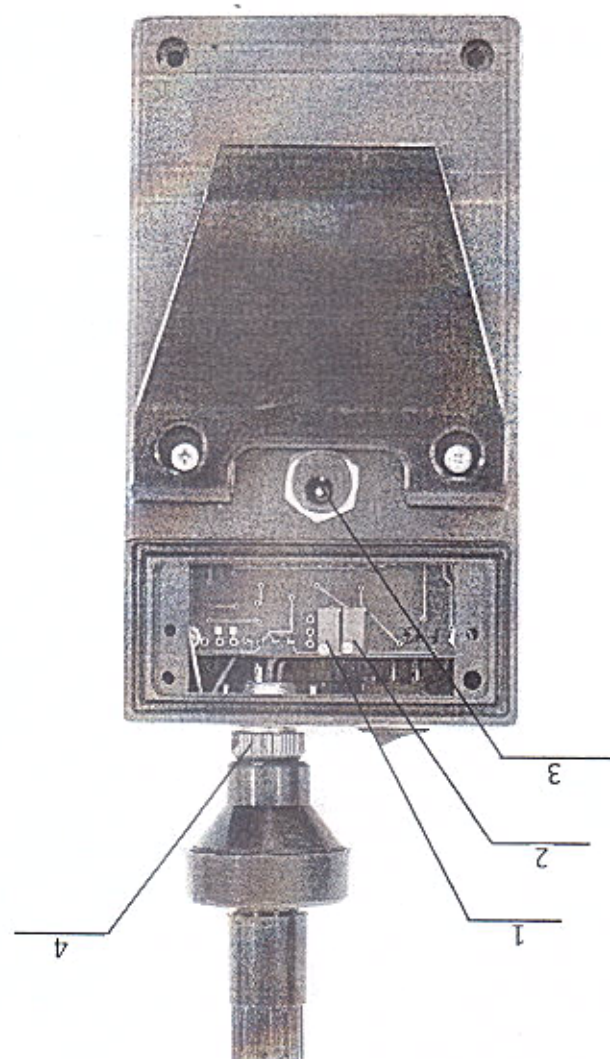

Рис.3. Вид газоанализатора СИГНАЛ-4 сзади со снятой крышкой.
- ♦ при необходимости осуществить коррекцию чувствительности потенциометром регулировки усиления (см. Приложение рис.3). Отвернуть саморезы, крепящие заднюю крышку (см.рис.3). Снять крышку, при этом освободится доступ к регулировочному винту 2 потенциометра регулировки чувствительности шкалы. Регулировка чувствительности производится на концентрации ВОН не менее 40 % НКПР).